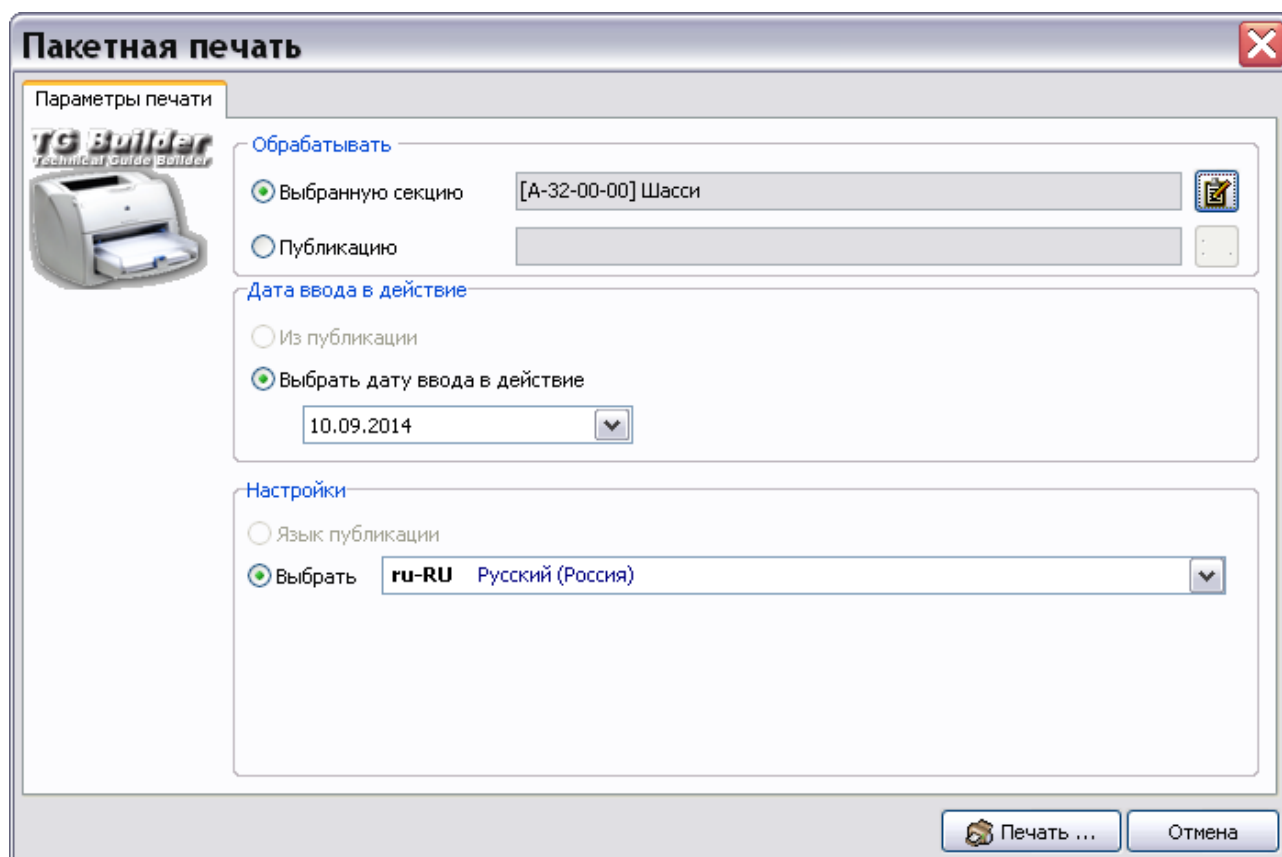

Рис. 21.63
или экспорт раздела проекта, то после нажатия на кнопку **Пакетная печать**  откроется окно **Пакетная печать** с включенной радиокнопкой **Выбранную секцию** в секции **Обрабатывать** (Рис. 21.63).
5. В секции **Обрабатывать** справа от окошка радиокнопки **Выбранную секцию** находится кнопка **Конфигурации и версии**  (Рис. 21.63). С её помощью выбираются версии модулей данных для печати, указываются конфигурации и языки печатаемой части проекта. По умолчанию на печать выводятся только утвержденные и введенные в действие МД. При нажатии на эту кнопку появится окно **Пакетная печать** с последовательно вызываемыми вкладками: